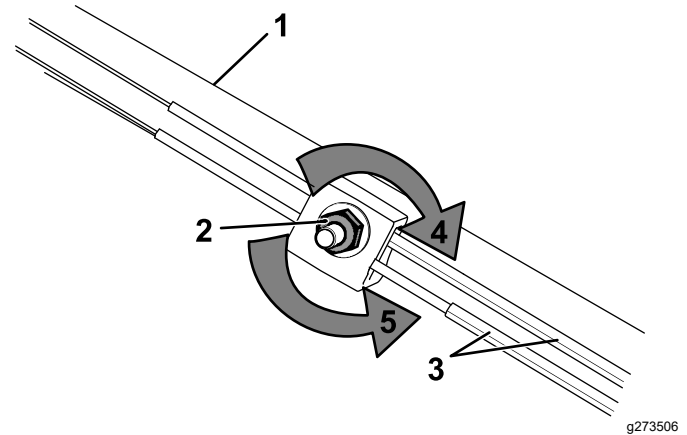

Figura 31
- Gire la tuerca de ajuste en sentido antihorario para aflojar los ajustes de cables (Figura 31).
- Ajuste la tensión de los cables (Figura 31) tirando de ellos hacia atrás o empujándolos hacia adelante, y sujételos en esa posición.